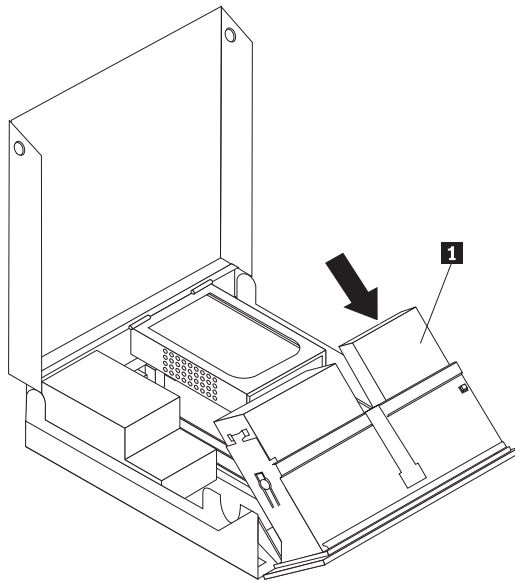

Figura 14. Installazione di una nuova unità
8. Installare la nuova unità **1** dalla parte posteriore dell'assieme vano unità e far scorrere l'unità dischetto **1** nella posizione bloccata. Consultare la sezione Figura 14.